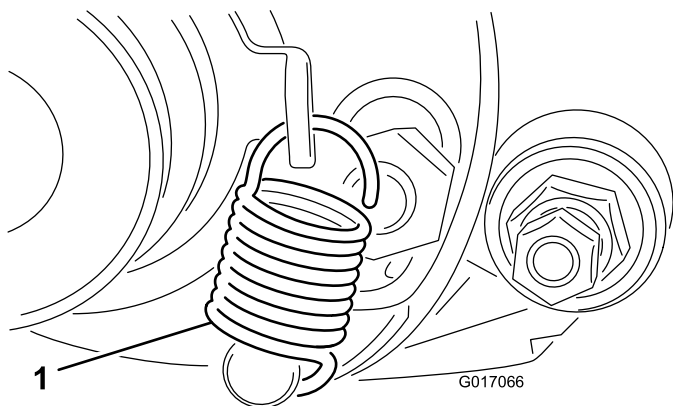

Рисунок 13
29. Поворачивайте натяжной шкив до тех пор, пока пружина отводного рычага не войдет в зацепление с отверстием в кронштейне шкива и шпилькой, как показано на Рисунок 13.